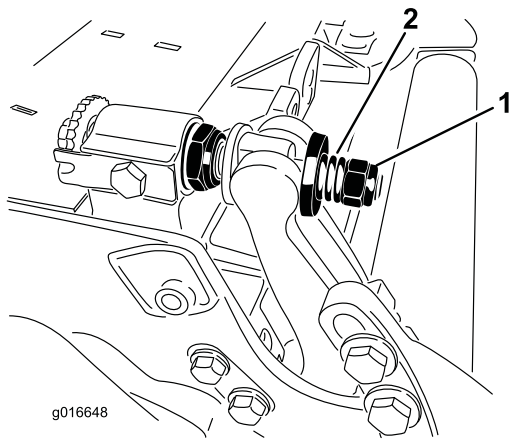

図 29
- スプリングがつぶれるまでテンション・ナットを締め、そこから半回転戻す (図 29)。